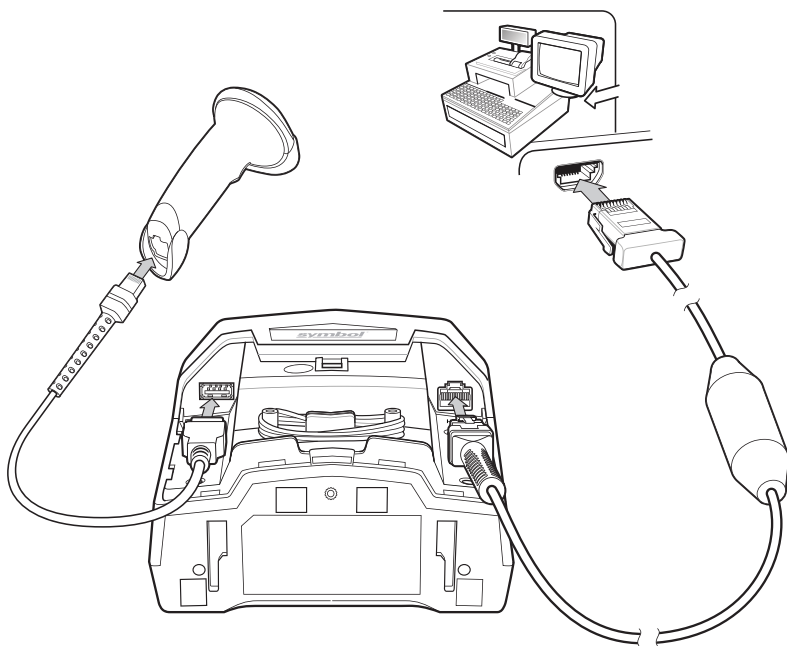

图 9-2 带可选辅助扫描器的 IBM 连接
- b. 将 CBA-M65-S07ZAR 或 CBA-M66-S15ZAR 12 伏电缆连接到主机 , 如 图 9-2 中所示。